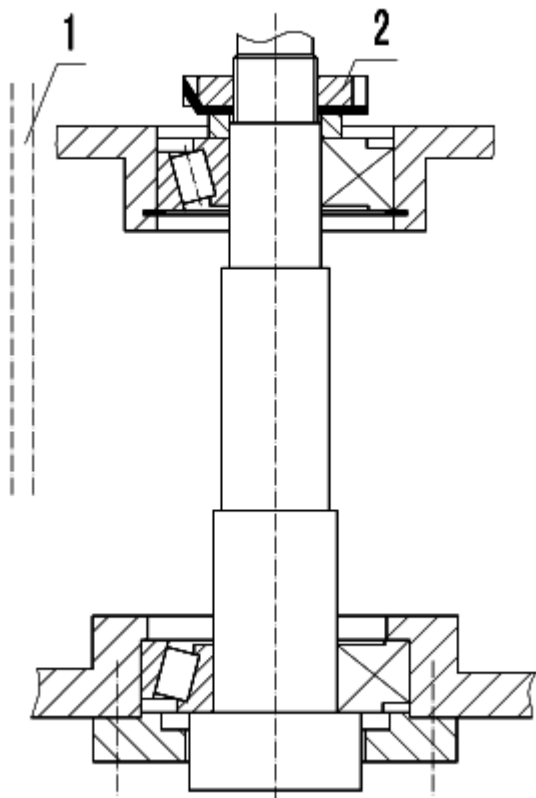

Рис. 16
Люфт подшипников шпинделя был отрегулирован до отгрузки станка с завода. Долговременное использование станка вызывает естественный износ подшипников шпинделя и увеличение люфта. Попросите специалиста отрегулировать его. Сначала снимите крышку (1, рис.16) с правой стороны колонны. Прежде всего, отогните зубья плоской стопорной шайбы под круглой гайкой, отрегулируйте круглую гайку (2), сделайте надлежащий люфт шпинделя, затем загните зубья стопорной шайбы, установите крышку (1).